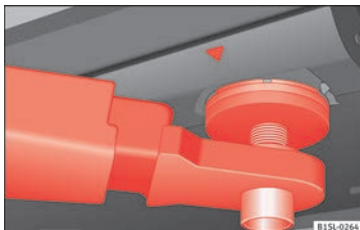
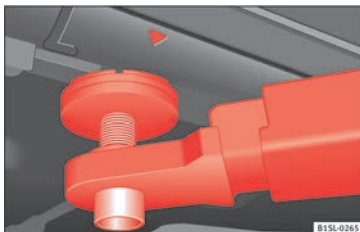

Fig. 96 Pontos de apoio dianteiros para elevar o veículo com a plataforma elevatória ou com o macaco.
Fig. 97 Pontos de apoio traseiros para elevar o veículo com a plataforma elevatória ou com o macaco.
Para levantar o veículo deverá utilizar exclusivamente os pontos indicados nas figuras » **Fig. 96** e » **Fig. 97**. Caso não se eleve o
- Elevar o veículo utilizando exclusivamente os pontos indicados nas figuras » **Fig. 96** e » **Fig. 97**. Se não se elevar o veículo pelos pontos indicados, este poderá cair da plataforma elevatória ao ser desmontado, por exemplo, o motor ou a caixa de velocidades.